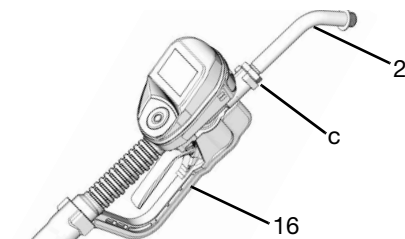

FIG. 10
1. Justera muttern (c) på förlängningen (2) så att maximalt antal av förlängningens gängor kan användas (FIG. 10).
2. Gänga in förlängningen (2) i huset tills botten nås (FIG. 10).
3. Rikta in förlängningen (2) i förhållande till doseringsventilens hus och handtag (16) (FIG. 10).
4. Dra åt muttern ordentligt (c) (FIG. 10).